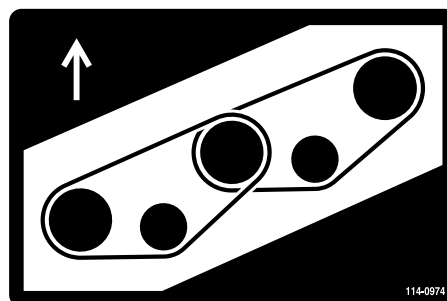
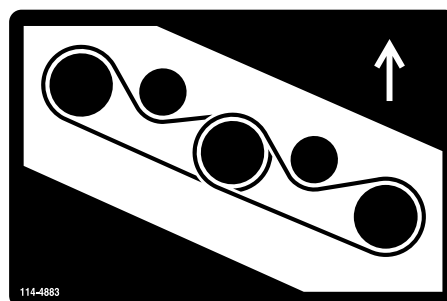

図 85
図 86
5. 新しいベルトを、スピンドルプーリとアイドラプーリアセンブリに回しかける（図 85 と図 86）。